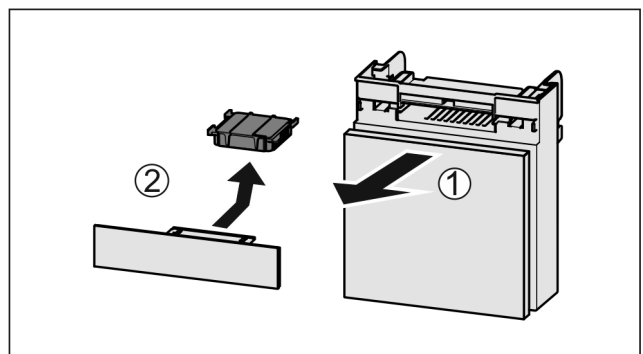

Fig. 95
- ▶ Fach nach vorne herausziehen Fig. 95 (1).
- ▶ Aktivkohlefilter entnehmen Fig. 95 (2).